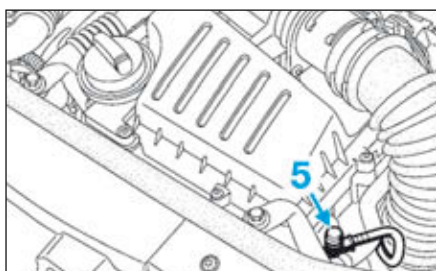

FIG.5
- Dégrafer du support du boîtier du filtre à air l'embout de purge du circuit d'alimentation en carburant (5) (Fig.5).